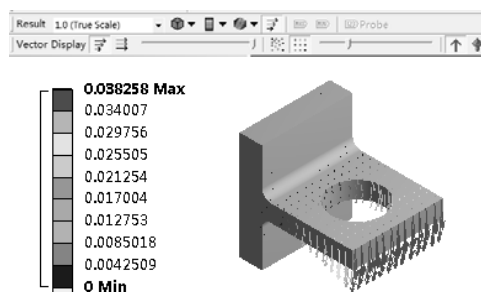

图 4-49 矢量显示
(5) 矢量显示 以矢量形式显示分析结果，如图 4-49 所示。